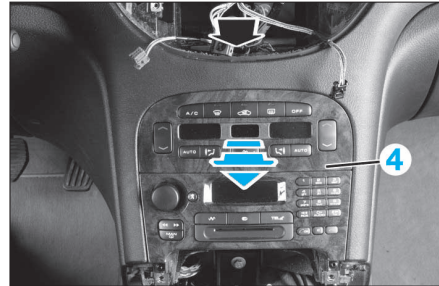

FIG. 7
- l'écran (3) (après avoir débrancher son connecteur).
- Déposer le tableau de commande (4) (Fig.7) en appliquant une pression énergique à l'arrière de la façade.